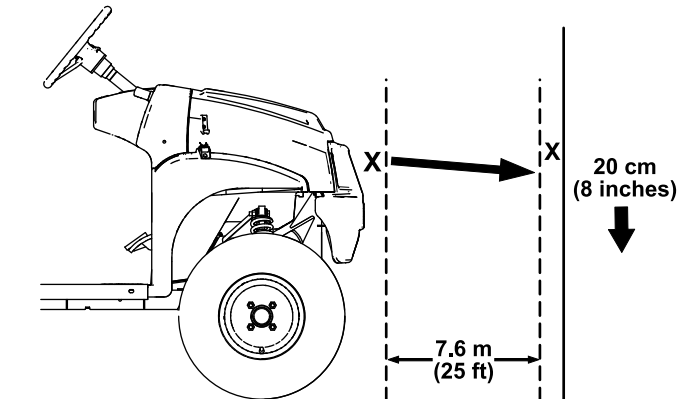

Bild 49
1. Stellen Sie die Maschine auf einer ebenen Fläche ab, dabei sollte der Abstand der Scheinwerfer ca. 7,6 m von einer Wand entfernt sein (Bild 49).
Der hellste Teil des Scheinwerfers sollte 20 cm unter der Markierung an der Wand liegen (Bild 49).